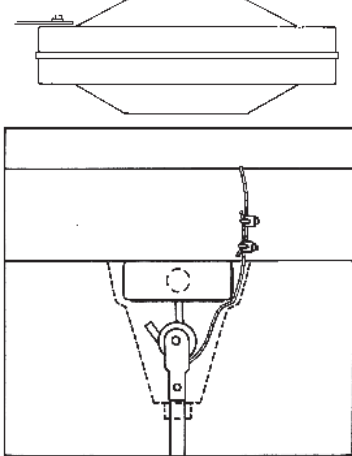

Figura 3
9. Este ventilador está equipado con el cable de "soporte secundario" requerido. Este cable de seguridad debe sujetarse a la estructura de vigas y sujetarse de manera segura de tal manera que soporte el peso del ventilador en caso que falle el gancho de montaje u otras piezas. Después de enrollar el cable de seguridad alrededor de un miembro estructural que soportará 300 lbs., asegure el cable con los sujetadores de cable suministrados según se ilustra en la Figura 3. (Nota: Cualquier material adicional necesario para instalaciones específicas puede comprarse a su distribuidor local).
**PRECAUCIÓN IMPORTANTE:** El cable de seguridad no debe colocarse entre el rodillo de caucho y el gancho, sino como se ilustra en la Figura 3.
10. Cuando se cuelga el ventilador mediante el gancho en "J" suministrado por fábrica, verifique que el cable de seguridad en la parte superior de la barra está posicionado detrás del gancho en "J" según se ilustra en la Figura 3.